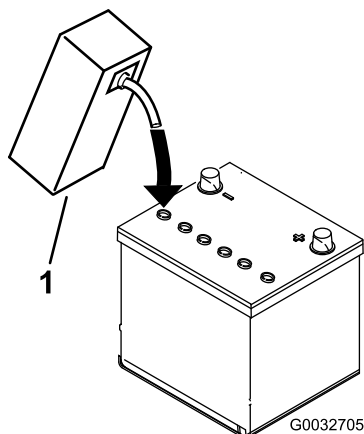

Figura 6
3. Encha cuidadosamente cada célula com eletrólito até as placas estarem cobertas com cerca de 6 mm de fluido (Figura 6).
4. Espere aproximadamente 20 a 30 minutos para que as placas fiquem embebidas em eletrólito. Se necessário, volte a colocar eletrólito até ficar cerca de 6 mm acima do fundo do depósito de enchimento (Figura 6).